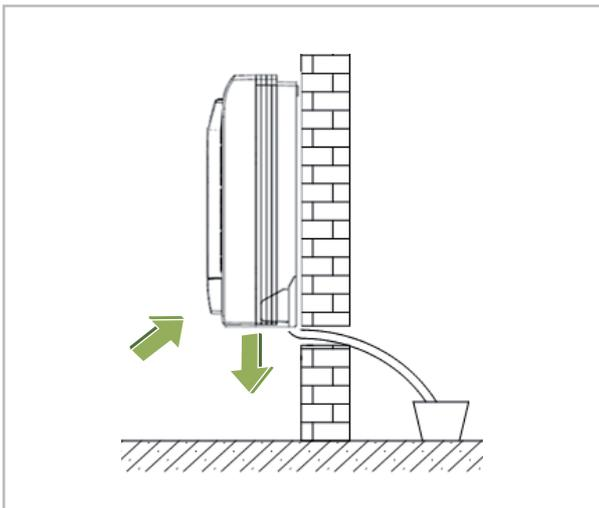

Abb. 28: Waagerechte Ausrichtung
5. ▶ Überprüfen Sie nochmals die waagerechte Ausrichtung des Gerätes. Abb. 28